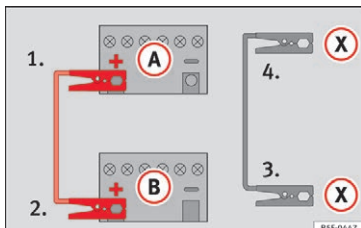

Fig. 87 Tilslutningsdiagram for biler med start-stop-system
– *I biler med start-stop-system:* Sæt den ene ende af det sorte startkabel (X) fast på en egnet stelforbindelse – en massiv metaldele, der er skruet sammen med motorblokken, eller på selve motorblokken »» » **Fig. 87**.
5. I bilen med det afladede batteri skal du sætte den anden ende af det sorte startkabel (X) på en massiv metaldele, som er skruet sammen med motorblokken, eller på selve motorblokken, men det skal være et sted, som er så langt væk fra batteriet (A) som muligt.